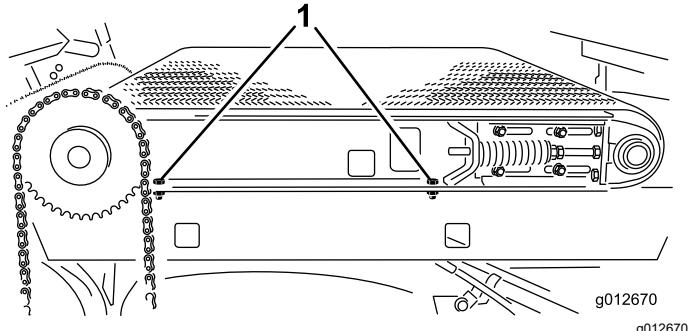

Figura 36
2. Sul lato destro della macchina, serrate le 2 viti a testa cilindrica che fissano la guida del telaio scorrevole al parafango destro (Figura 36).